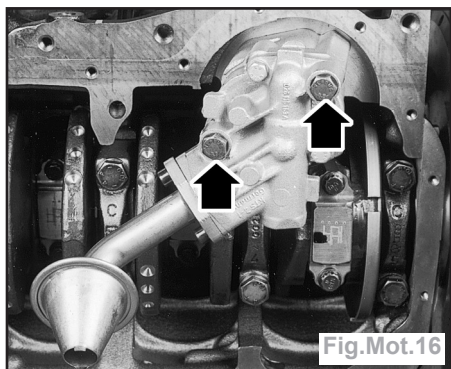

Fig.Mot.16
- Déposer les fixations de la pompe à huile puis dégager cette dernière avec sa chaîne, sa crépine et le déflecteur d'huile (Fig.Mot.16).